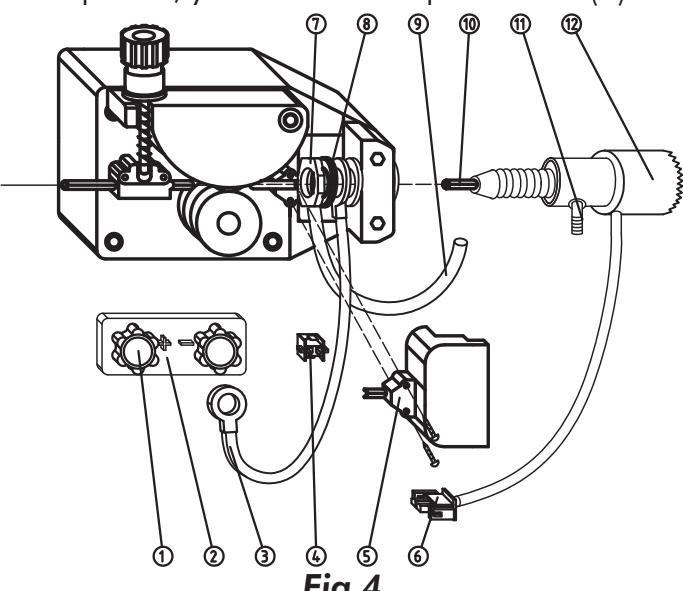

Fig.4
- Coloque la pistola en su alojamiento y bloquéela en el motor de arrastre del alambre (con la tuerca de serie), teniendo cuidado en que la entrada de la sirga de guía del alambre esté alineada con la ranura entre los dos rodillos de arrastre. Para comprender mejor la operación, véanse los dibujos de las operaciones a efectuar para instalar una pistola con conexión por separado (FIG. 4). Conecte el tubo de gas a la toma de la pistola y fíjelo con una abrazadera metálica. Una los dos conectores del pulsador de la pistola, y cubra con la tapa aislante (5).